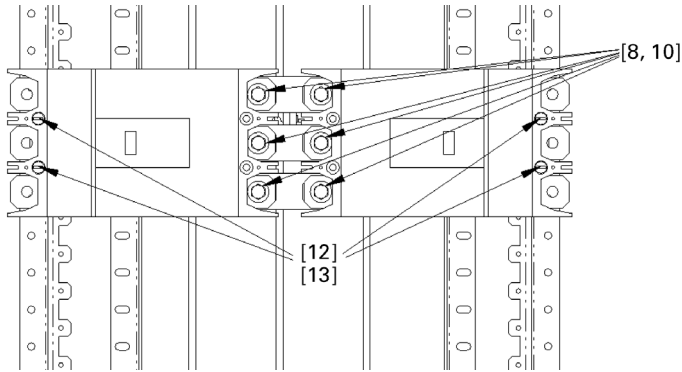

Figure 22. Installation des disjoncteurs sur les soutiens de montage et les blocs de barrettes.
7. Installer les disjoncteurs. Positionner les disjoncteurs pour que les bornes du côté ligne ou ON reposent sur les blocs de contact sous-jacents aux barrettes et que les côtés opposés soient supportés par les soutiens de montage [3], tel qu'illustré à la Figure 22. Aligner les trous dans chaque habitacle de disjoncteur avec les trous correspondants dans les soutiens de montage. Fixer les disjoncteurs aux soutiens avec les vis à métal [12] et les rondelles plates [13] et serrer à 18 lb.-po. Attacher les terminaux de disjoncteur côté ligne aux trous filetés dans les blocs de contact des barrettes avec des rondelles à ressort coniques [8] et des boulons à tête hexagonale [10]. Serrer chaque connexion à 75 lb.-po.